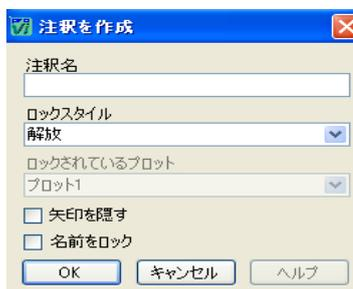

図:6
- ・デフォルトにより、それらはグラフ内の指定された位置の点に動かす事の出来る矢印を使って作成される。注釈は電位マップあるいはチップンググラフ内での右クリックをし、**Create Annotation** を選択する事により追加される。図:6 のウィンドウが表示される。注意名称をラベルの中に直接入力し、ロックスタイルから希望するものを選択する。